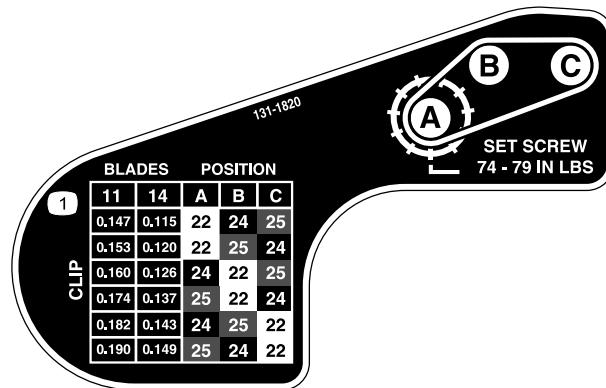

Bild 22
6. Lesen Sie die gewünschte Schnitthöhe und welche Riemscheiben versetzt werden müssen in der Tabelle ab, die auf dem Aufkleber in Bild 22 dargestellt ist.
9. Setzen Sie jede Riemscheibe in die neue Konfiguration, wie auf dem Aufkleber angegeben (Bild 22).